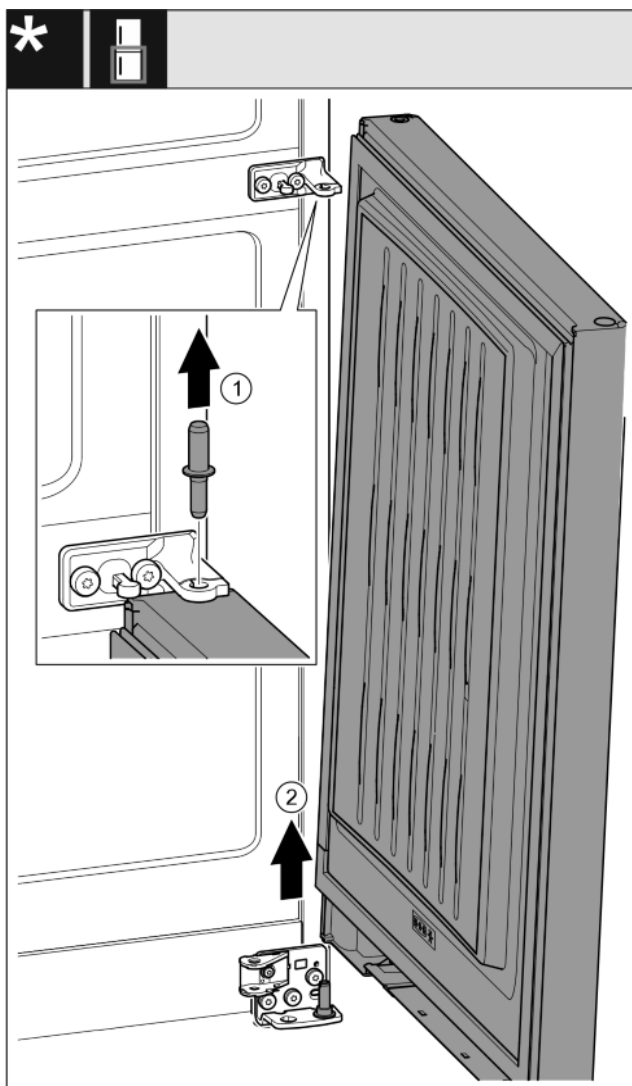

Fig. 19*
- ▶ Húzza ki felfelé a csapszeget.* *Fig. 19 (1)*
- ▶ Fordítsa ki az ajtót, húzza fel, és tegye félre.* *Fig. 19 (2)*